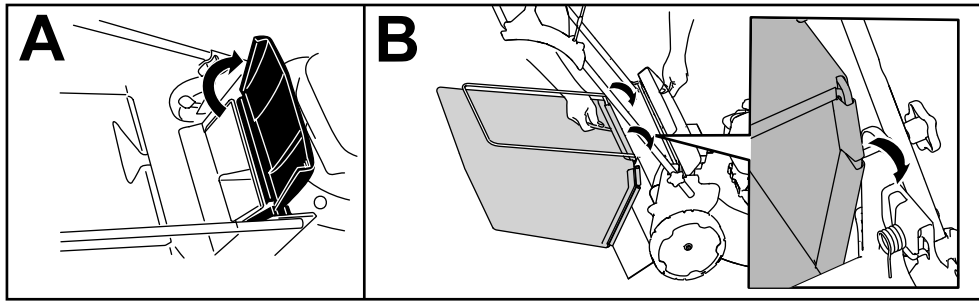

Figure 11
1. Soulevez le déflecteur arrière et gardez-le dans cette position (A de la Figure 11).
2. Montez le bac à herbe en veillant à placer les ergots dans les crans du guidon (B de la Figure 11).